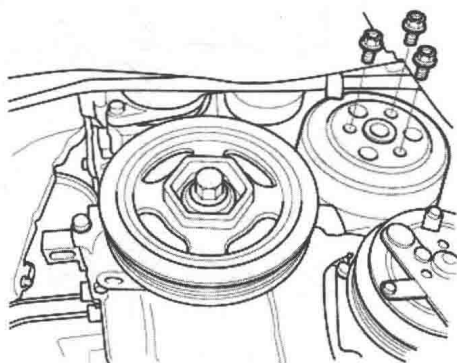

图 1-1-2
- (3) 拆下右前轮。
- (4) 拆下右侧挡泥板。
- (5) 松开水泵皮带轮安装螺栓。
- (6) 拆下传动皮带。
- (7) 拆下水泵皮带轮,如图1-1-2所示。
- (8) 拆下曲轴皮带轮。